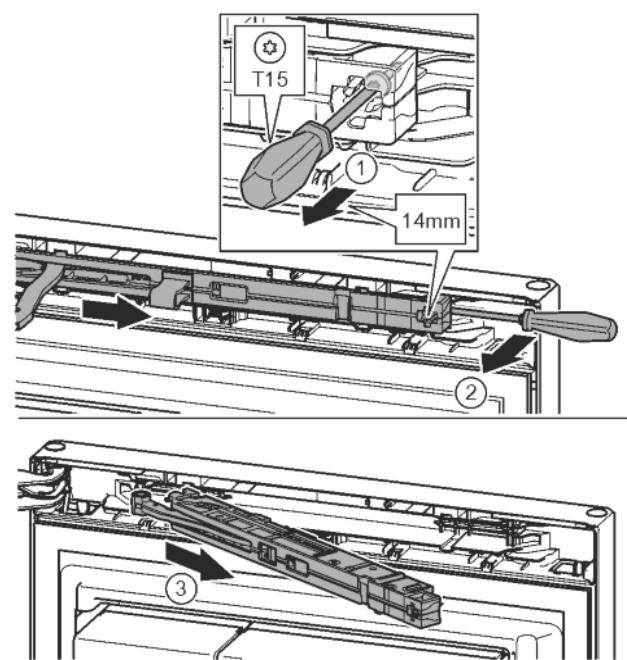

Fig. 10
- За допомогою викрутки T15 ослабте гвинт на демпферному вузлі приблизно на 14 мм. Fig. 10 (1)
- Переміщаючи викрутку з боку ручки за демпферний вузол, поверніть уперед. Fig. 10 (2)
- Витягніть демпферний вузол. Fig. 10 (3)